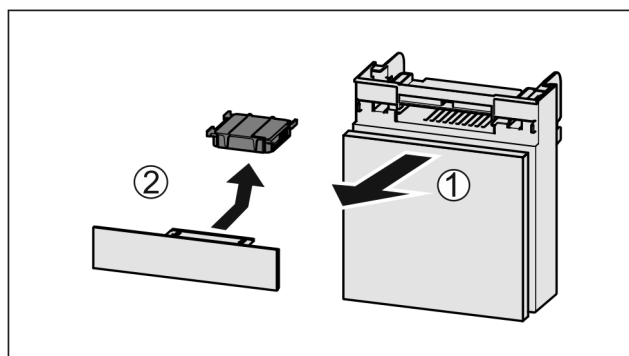

Fig. 129
- ▶ Wyciągnąć Fig. 129 (1) komorę do przodu.
- ▶ Wyjąć Fig. 129 (2) filtr z węglem aktywowanym.